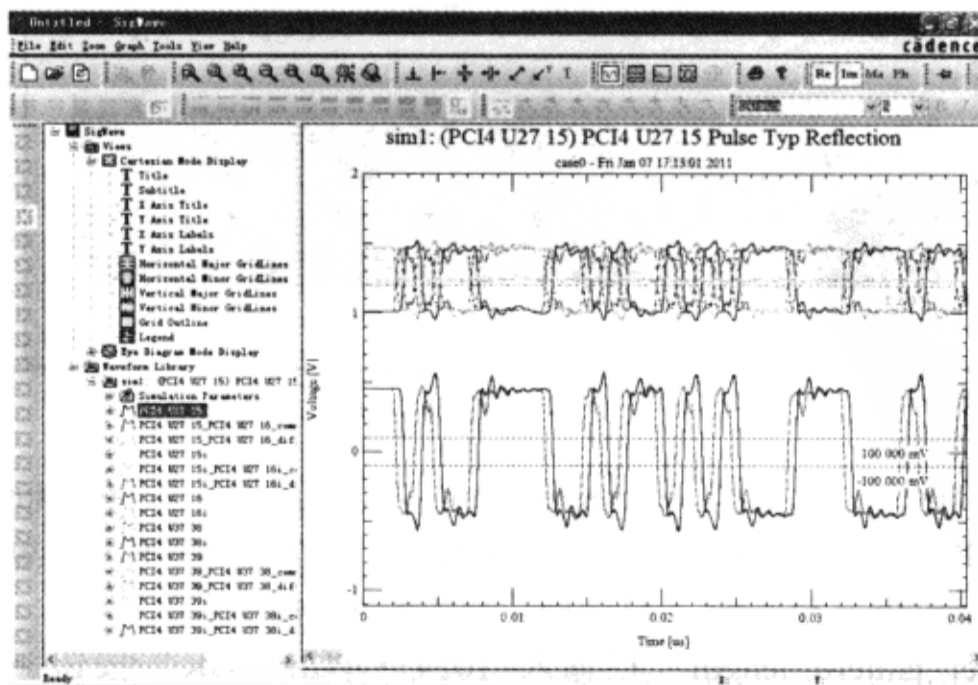

图 6-4-16 显示仿真波形
(1) 从“SigXplorer”窗口执行菜单命令“Analyze”→“Simulate”，开始仿真。仿真将花费一些时间，因为设置“Pattern”长度为 1024。当仿真完成时，“Results”栏被选择并显示一些测量为“NA”→弹出“SigWave”窗口，显示仿真波形，如图 6-4-16 所示。